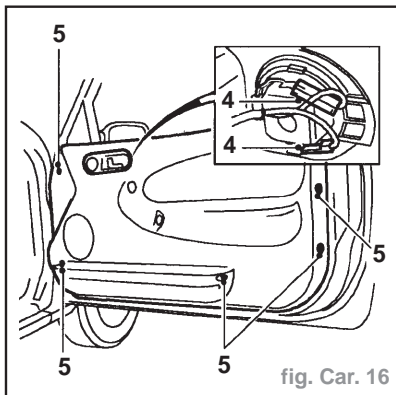

fig. Car. 16
- Enlever 2 vis maintenant la poignée de porte sur celle-ci (2).
- Enlever la vis maintenant le cache de la poignée de porte sur celle-ci (3).
- Dégager le cache de la porte et détacher 2 connecteurs Lucar du haut-parleur (4) (fig. Car. 16).
- Enlever 5 vis maintenant le panneau de garnissage sur la porte (5).